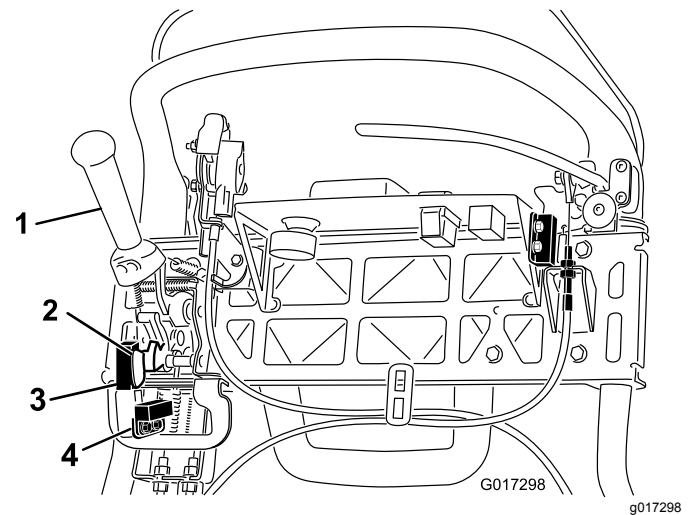

Bild 42
4. Lösen Sie die Befestigungsschrauben des Sicherheitsschalters (Bild 42).
5. Legen Sie eine 1,6 mm dicke Beilagscheibe zwischen den Fahrantriebshebel und den Sicherheitsschalter (Bild 42).
4. Lösen Sie die Befestigungsschrauben des Mähensors (Bild 42).
5. Legen Sie eine 1,6 mm dicke Beilagscheibe zwischen das Mähensorflag und den Mähensor (Bild 42).